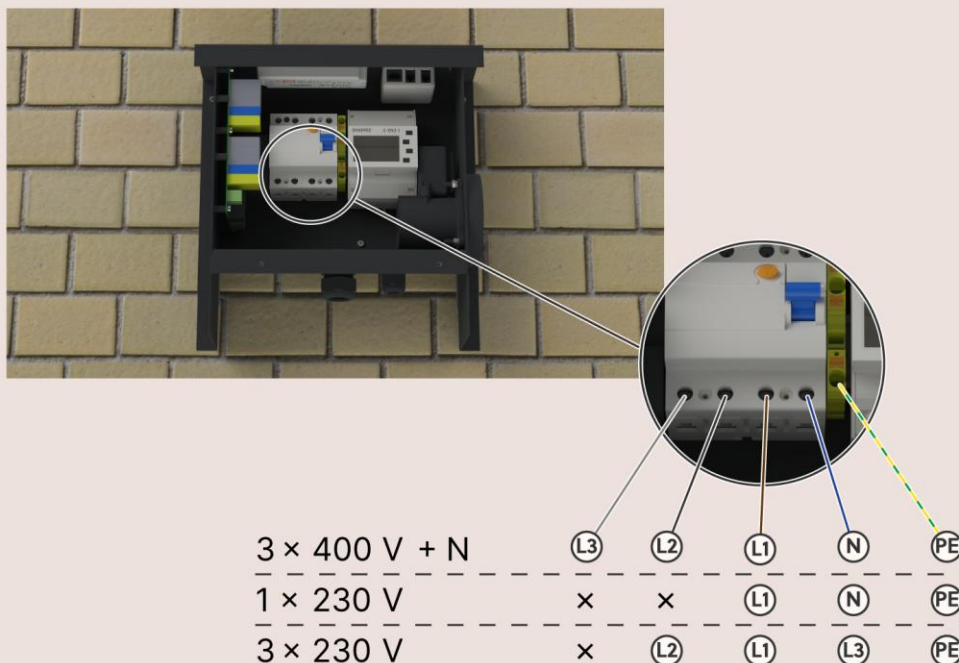

Abbildung 9: Ansicht des Stromversorgungsanschlusses für jeden Netzwerktyp
4. Vergewissern Sie sich, dass die beiden Fehlerstromschutzschalter auf „Ein“ stehen. Die Position „Ein“ wird in Abbildung 9 gezeigt.